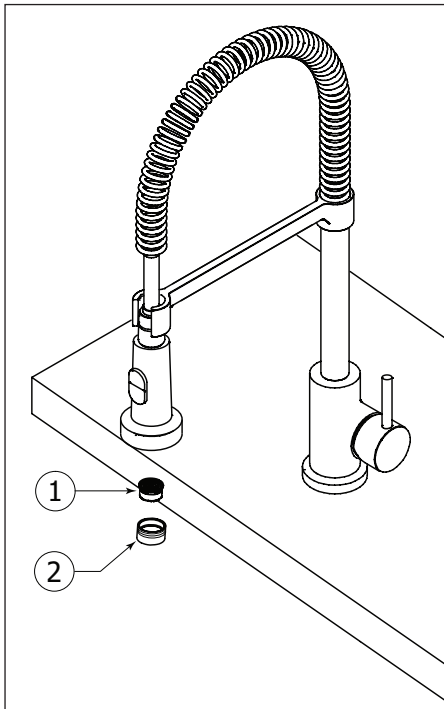

Fig.4
To clean the aerator (1), unscrew the aerator case (2). Extract the aerator and the washer from the aerator body (figure 4). You may need to soak the aerator in vinegar and water to remove calcium build-up. Once parts have been cleaned, reassemble by reversing steps.
Pour nettoyer l'aérateur (1), dévisser le support de l'aérateur (2) du robinet. Retirez l'aérateur et la rondelle de caoutchouc du corps de l'aérateur (figure 4). Il se peut que vous deviez faire tremper l'aérateur dans un mélange de vinaigre et d'eau pour retirer le calcium qui pourrait s'y être accumulé. Une fois les pièces nettoyées, suivez inversement les étapes pour réassembler.